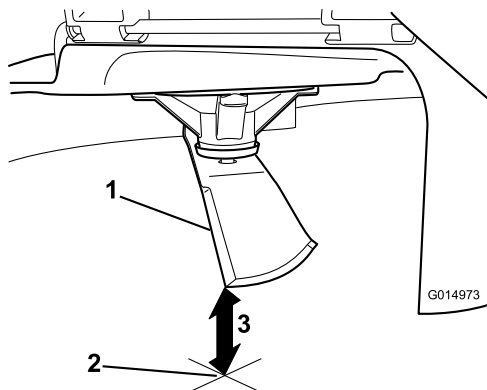

Figura 73
3. Misurate dalla punta della lama alla superficie piana (**Figura 73**).